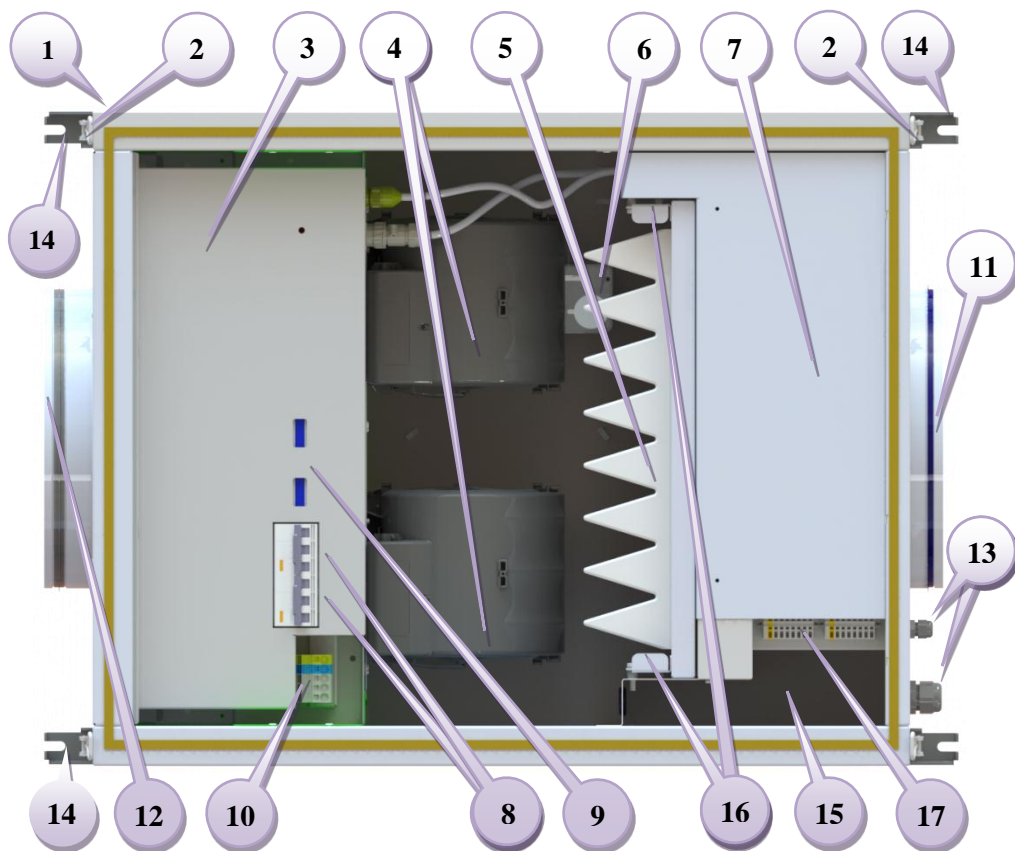

Рис. 1
Конструкция установки (См. Рис. 1) представляет собой тепловлагозащищенный корпус (1) со съёмной с помощью 4-х замков-защелок (2) крышкой.